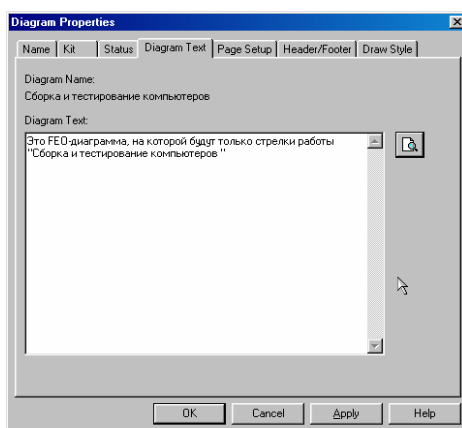

Рис. 69. Вкладка **Diagram Text** диалогового окна **Diagram Properties**
3. Для определения содержания диаграммы перейдите в пункт меню **Diagram/Diagram Properties** и во вкладке **Diagram Text** внесите определение (рис. 69).